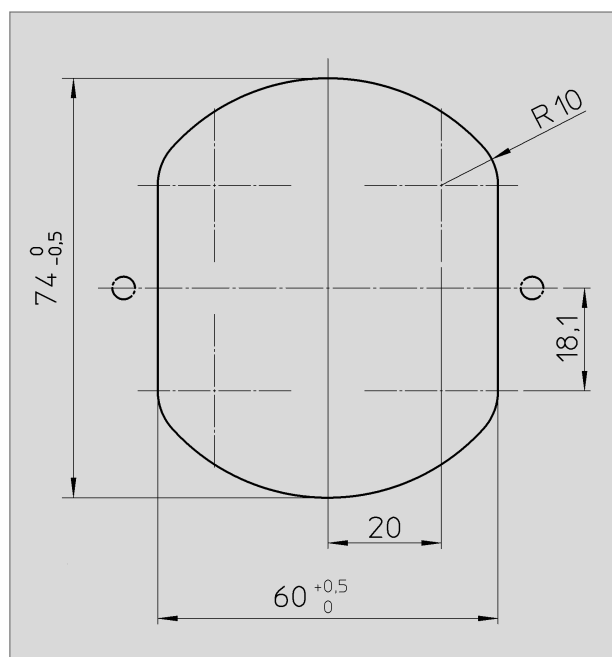

Fig. 13
Sätt fast kontroll- och manöverpanelen till toalett CT 4xxx på en väl åtkomlig plats på väggen. Såga först ut en öppning i väggen (fig. 13). Använd vid utsågningen av öppningen den skalenliga **schablonen (4)** (se punkt 5.3.2).